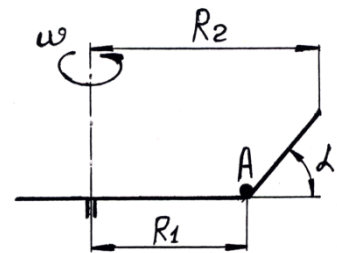

Рис. 1.10
1.28. Частка добрив А масою m перебуває у нижній точці конусної частини тарілки (кут нахилу до горизонту α) туковисівного апарата радіуса R_1 , яка обертається навколо вертикальної осі з кутовою швидкістю ω (рис.1.10). Скласти диференціальне рівняння та рівняння руху частки. Коефіцієнт тертя між часткою та поверхнею тарілки f . Визначити граничну швидкість ω_r , при якій частка не буде скинута з тарілки, якщо радіус її верхньої частини R_2 .